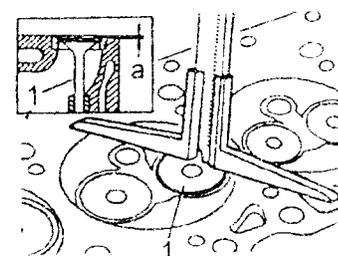

Fig. 113
Limpiar la válvula, el asiento de válvula y la guía de la válvula. Untar aceite en el estribo de la válvula e insertar en la guía de la válvula. Insertar la válvula (1) en la guía de conforme a la marca. Medir la cantidad de retroceso 'a' de la válvula (Fig. 113).